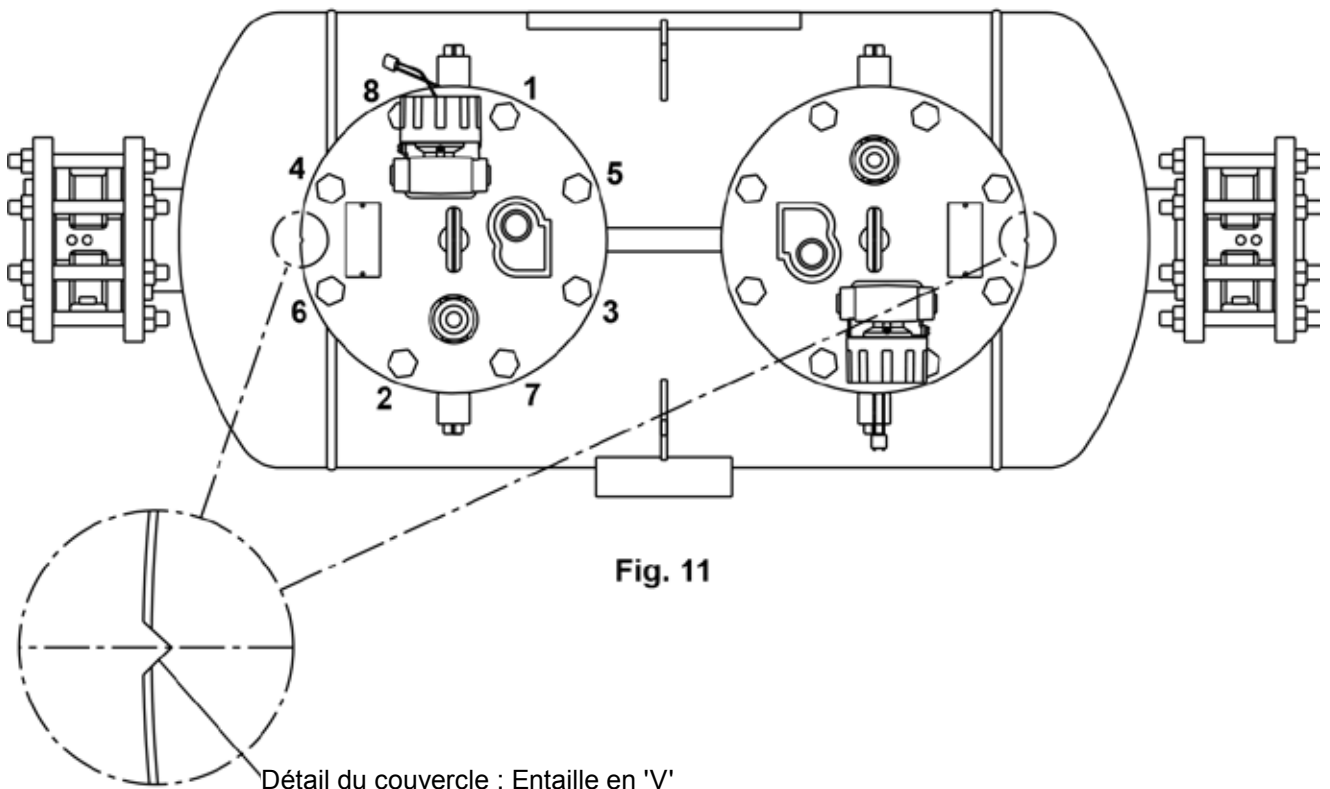

Fig. 12
- 6.1.1.** Couper et déconnecter tous les raccordements du couvercle. Ôter les vis de couvercle et soulever l'ensemble couvercle et mécanisme du corps de la pompe, noter bien l'orientation du couvercle (entaille en 'V'). Les figures 12 - 14 montrent visuellement comment retirer le couvercle et le mécanisme.
- Lors de l'installation du couvercle et du mécanisme dans un endroit réduit, le mécanisme doit être maintenu horizontalement, comme indiqué Fig. 12.